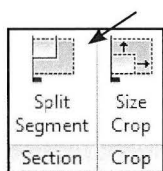

Fig. 13.10.
- Vælg *Split Segment* (Fig. 13.10).